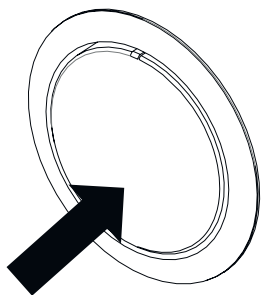

Fig. 15: Función "Pop out" off
- Cuando termine de cocinar, gire el interruptor a la posición de apagado (arriba) y presiónelo hacia adentro (Fig. 15).